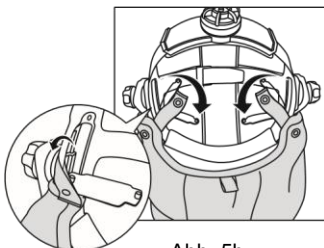

Abb. 5b
Schritt 2: Lösen Sie die Druckknöpfe an der Innenseite der Kopfbedeckung. Führen Sie das elastische Band durch die Schnalle und verbinden Sie die Knöpfe am Band. (Siehe Abb. 5b).